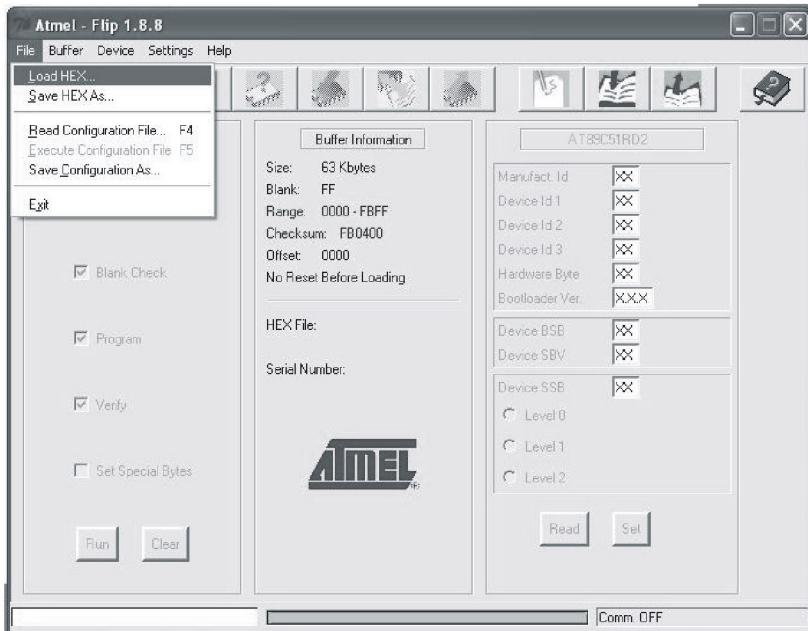

Рис. 9. Меню загрузки hex-файла с микропрограммой
5. Нажмите кнопку OK и выберите в меню File пункт Load Hex (см. рис. 9).